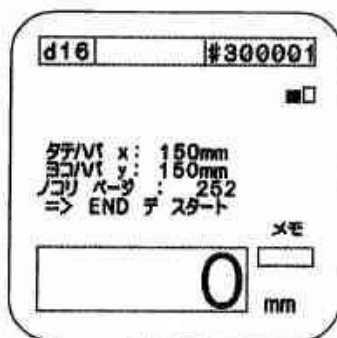
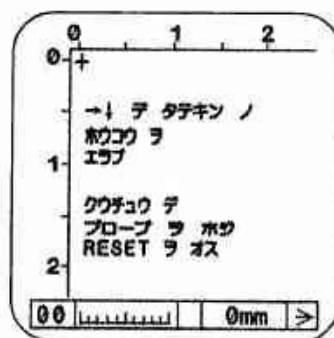

図49
図50
- □ グリッド デ ソクテイにカーソルを合わせSTARTキーを押してください。図49が表示されます。続いて、ENDキーを押してください。図50が表示されます。